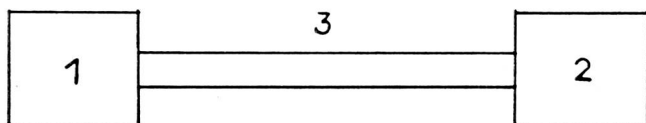

Fig. 1
**Der Stromkreis.** Jede elektrische Anlage umfasst Stromerzeuger, Leitungen und Verbraucher. Im Falle der öffentlichen Stromversorgung z. B. unterscheiden wir: Elektrizitätswerke, Leitungen und Verbraucher (Motoren, Lampen usw.). Dieses öffentliche Stromversorgungssystem ist sehr kompliziert. Um das Grundsätzliche solcher Anlagen zu erkennen, wählen wir den einfachsten Fall. Wir nehmen an, wir haben nur einen Erzeuger und einen Verbraucher (Fig. 1).